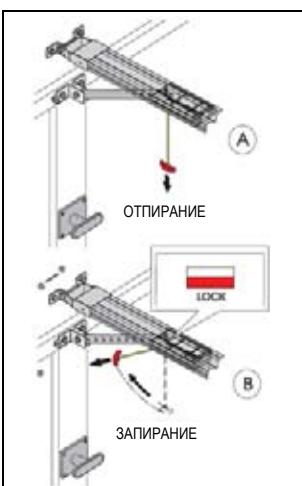

Рис. 2
- Задействовать механизм отпирания, потянув вниз за наконечник тросика (рис. 2, поз. А).
- Чтобы восстановить блокировку, следует потянуть за наконечник в направлении ворот, так чтобы тросик располагался горизонтально (рис. 2, поз. В). После отпускания тросика под кареткой должен появиться красный флагок "LOCK".